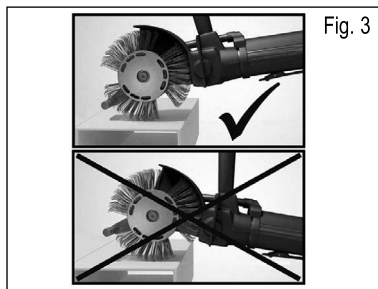

Fig. 3
5. Per un'ottimale prestazione, fare attenzione a condurre la barra di accelerazione sopra la superficie da lavorare tenendola vicino a questa. In caso di distanza fra barra di accelerazione e superficie troppo grande, si riduce sensibilmente la qualità della prestazione. **Vd. Fig. 3.** Una dettagliata descrizione delle modalità di lavoro dell'utensile Bristle Blaster® si può trovare nel **DVD in dotazione alla fornitura o presso il sito [www.monti.de](http://www.monti.de)**